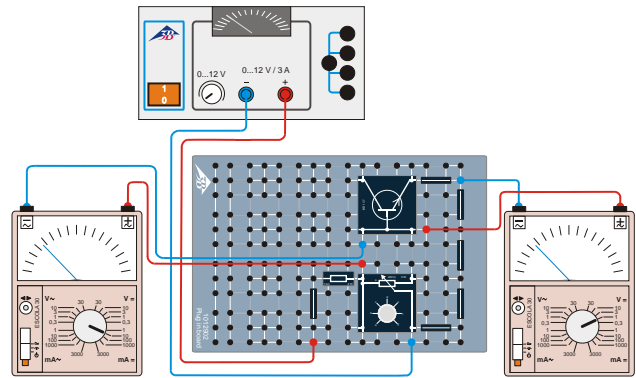

Fig. 3: Schéma de circuit pour enregistrer la caractéristique d'entrée.
- Montez le circuit comme le montre la Fig. 3. Les deux multimètres analogiques connectés servent à mesurer la tension base-émetteur  $U_{BE}$  et le courant de la base  $I_B$ .